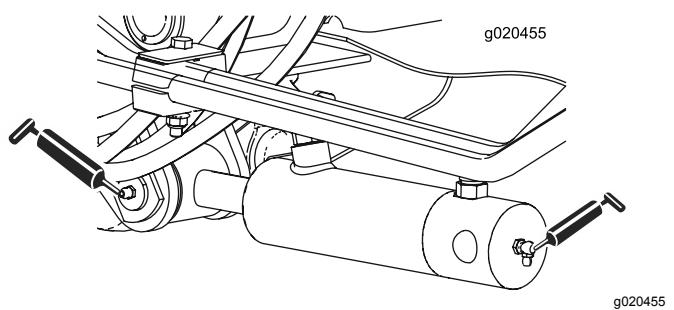

Figure 71
- 2 (de chaque côté) bagues de vérin de bras de levage (Figure 71)